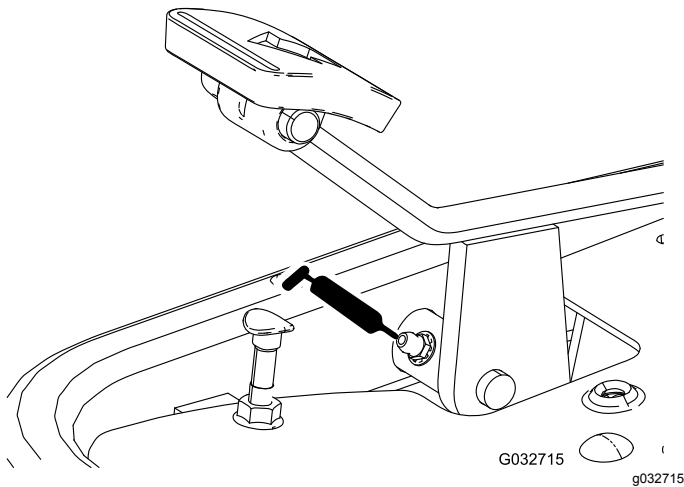

Figura 34
- Pedal de tracción (Figura 34)